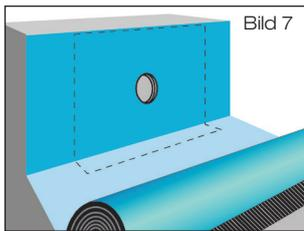
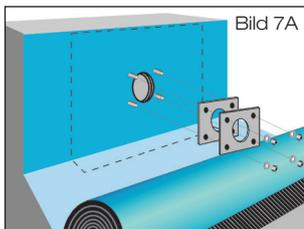

Bild 7
Bild 7A
Oberseite der Anschlussmanschette durch Erhitzen verflüssigen (Schweißverfahren). Dampfsperre passgenau über den Schiebeflansch mit Anschlussmanschette im flüssigen Heißbitumen ausrollen, anschließend gleichmäßig andrücken bzw. anrollen (Bild 7 bzw. Bild 7A).
1.9 Bei Verwendung von Dampfsperre aus **Kunststoff** bei Ausführung DN 50 Kompressionsdichtung über Dampfsperre anbringen und mit Losflansch und beiliegenden Muttern verklemmen (Bild 7A). Beiliegende Muttern mit Steck- oder Ringschlüssel SW 17 gegenüberliegend anziehen.